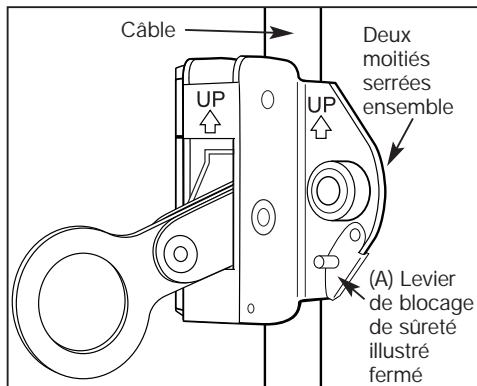

FIGURE 2
estampée dans le corps du coulisseau, au-dessus de la vis à tête moletée (figure 2).
- 2.7 Fermez le coulisseau de sécurité par-dessus la corde d'assurance. Les deux moitiés du corps du coulisseau de sécurité doivent être ramenées ensemble de la manière illustrée à la figure 2. Assurez-vous aussi visuellement que le coulisseau de sécurité est fermé et que la flèche pointe vers le haut, vers l'ancrage.
- 2.9 Rattachez le levier de blocage de sûreté en introduisant sa goupille dans les rainures pratiquées dans les moitiés du corps du coulisseau de sécurité (figure 2).